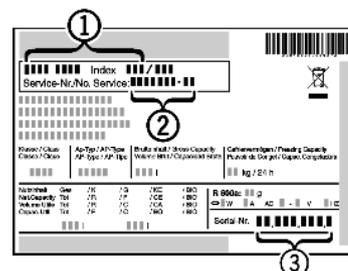

Fig. 24
- ▶ Leggere la denominazione dell'apparecchio Fig. 24 (1), il n° assistenza Fig. 24 (2) e il n° di serie Fig. 24 (3) sulla targhetta identificativa. La targhetta identificativa è situata all'interno dell'apparecchio, sul lato sinistro.
- ▶ Informare il servizio di assistenza e comunicare il difetto, la denominazione dell'apparecchio Fig. 24 (1), il n° assistenza Fig. 24 (2) e il n° di serie Fig. 24 (3).